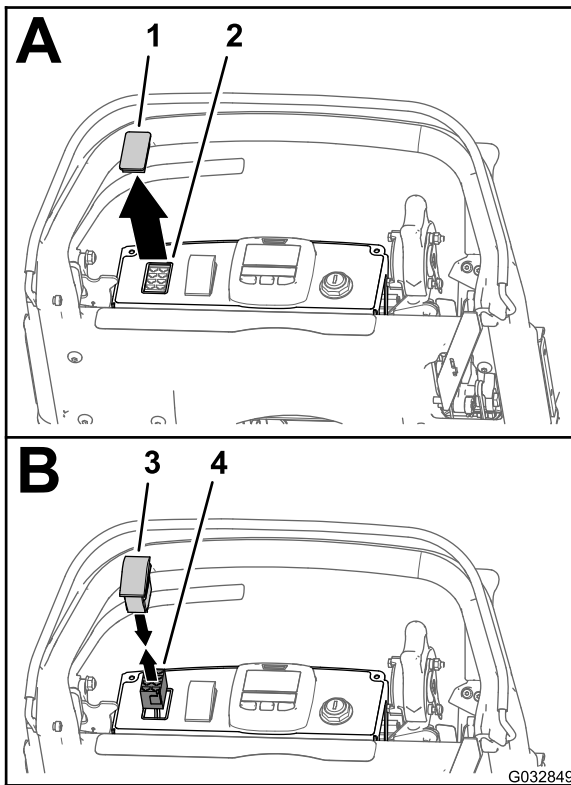

Bild 13
1. Entfernen Sie die Blende von der Öffnung an der linken Oberseite des Bedienfelds (Bild 13).
2. Verlegen Sie den 8-Buchsen-Stecker des Kabelbaums für die Maschine durch die Öffnung im Bedienfeld (Bild 13).
3. Stecken Sie den 8-Stift-Stecker des Kippschalters mit zwei Stellungen in den 8-Buchsen-Stecker des Kabelbaums für die Maschine (Bild 13).